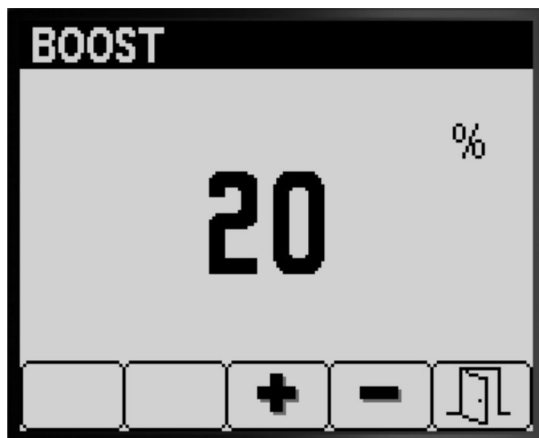

Figura 9
2. Premete il pulsante 4 per selezionare l'impostazione Aumento % (Figura 9).
3. Premete i pulsanti 3 o 4 per aumentare o diminuire la percentuale di aumento (Figura 9).